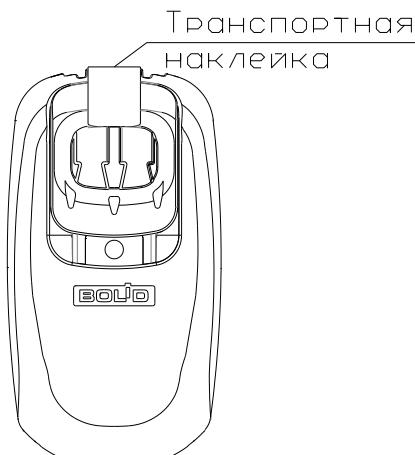

Рисунок 1.7.1
1.7.2 Приводной механизм КТ зафиксирован в дежурном состоянии бумажной транспортной наклейкой. После монтажа КТ данную наклейку необходимо удалить (рис. 1.7.1)